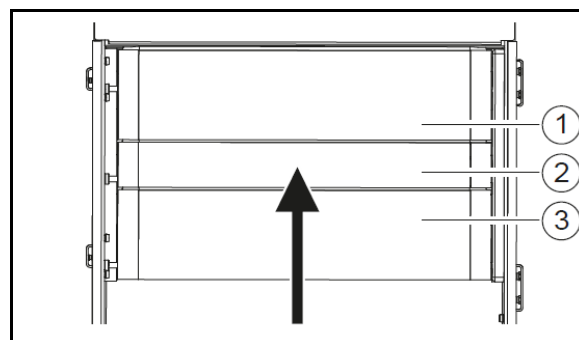

Fig. 192
1. Démontez la grille d'air de circulation (Fig. 192/1).